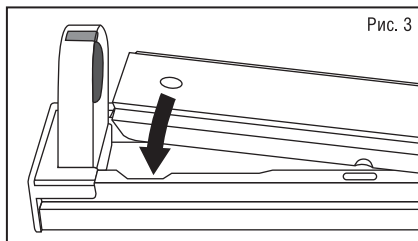

Рис. 3
- Установите крышку на основание светильника (рис. 3).